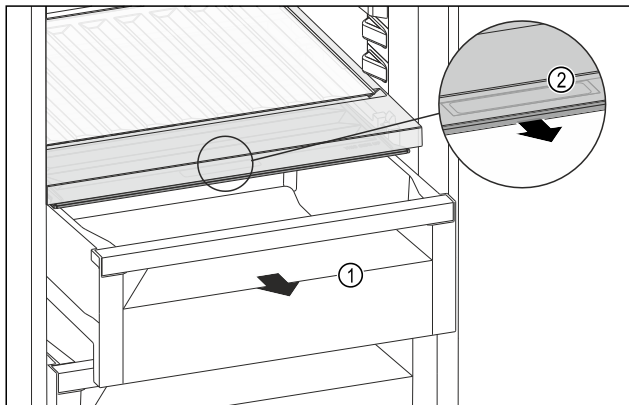

Fig. 223
- ▶ Извлеките выдвижной ящик Fig. 223 (1).
- ▶ Возьмитесь за утопленную ручку Fig. 223 (2) на крышке отделения и одновременно потяните крышку отделения вперед.